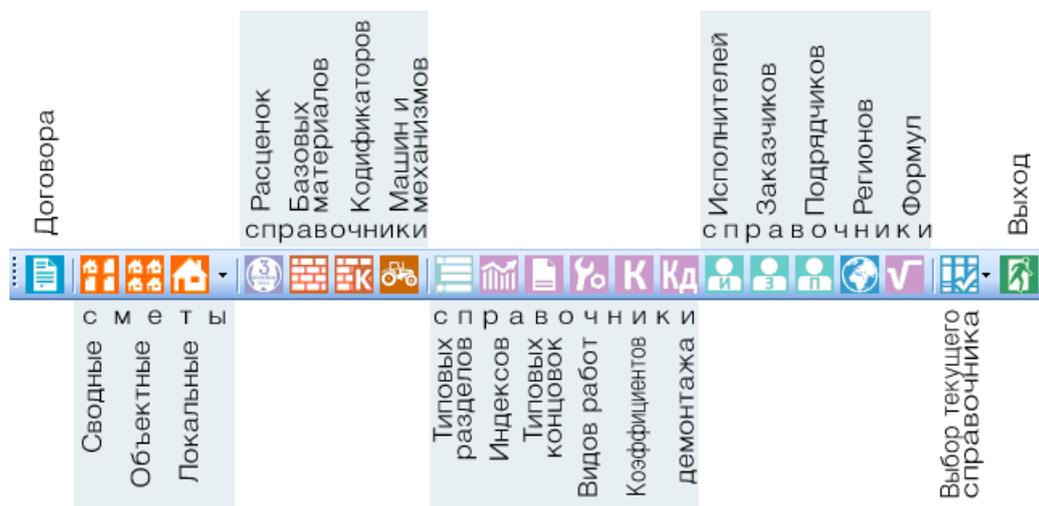
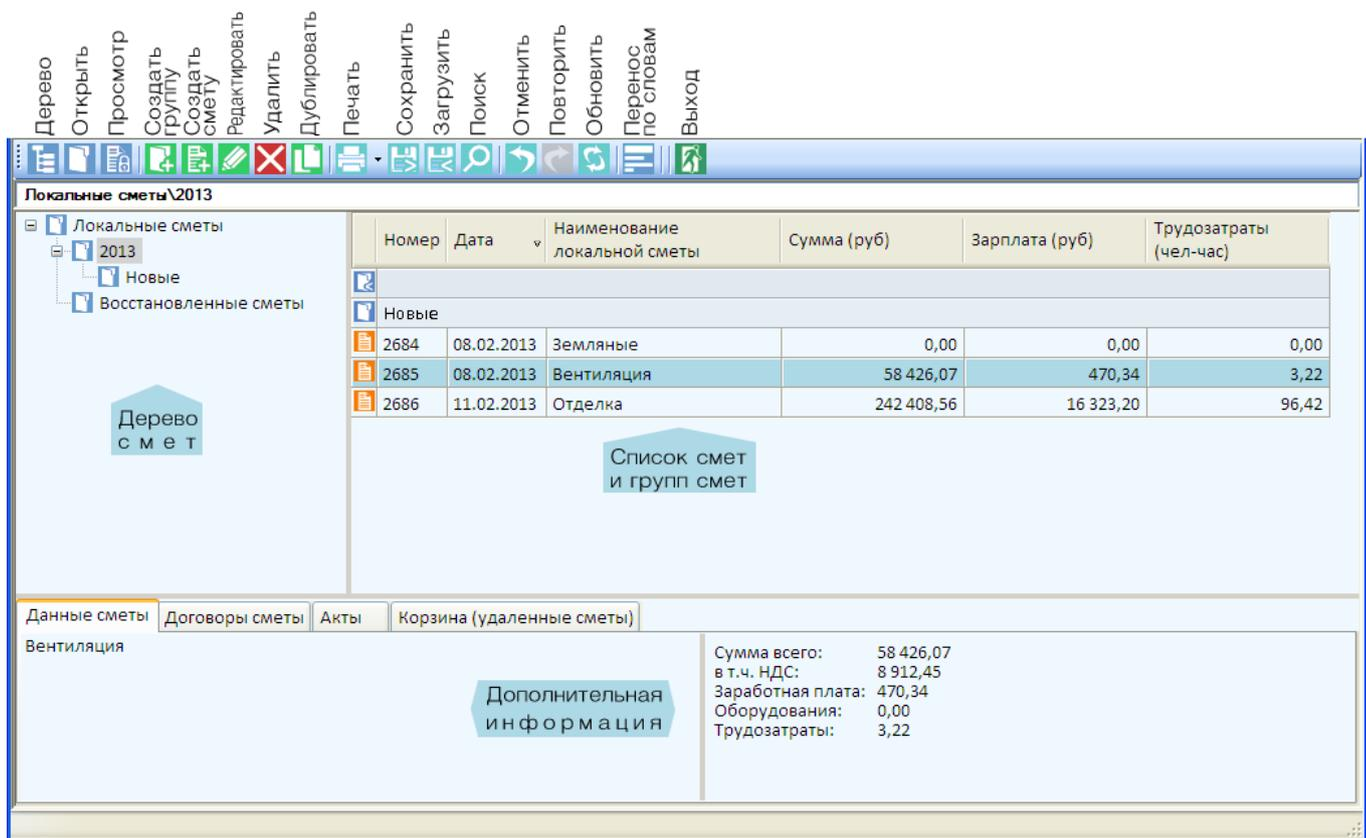

Рис. 2.1. Основные элементы главной панели ПК «АРОС-Лидер»
Рис. 2.2. Окно для создания локальных смет или группы смет
На рис. 2.1 показаны основные элементы главной панели инструментов ПК «АРОС-Лидер».
Итак, после запуска программы Комплекса открывается окно, вид которого приведен на рис. 2.1. Следующие кнопки на панели инструментов дублируют команды Главного командного меню:
**локальных смет**  на главной панели инструментов (рис. 2.1.) или открыть меню «Открыть» и выполнить команду «Открыть список локальных смет». Откроется главное окно для составления смет «Локальные сметы» (рис. 2.2.).